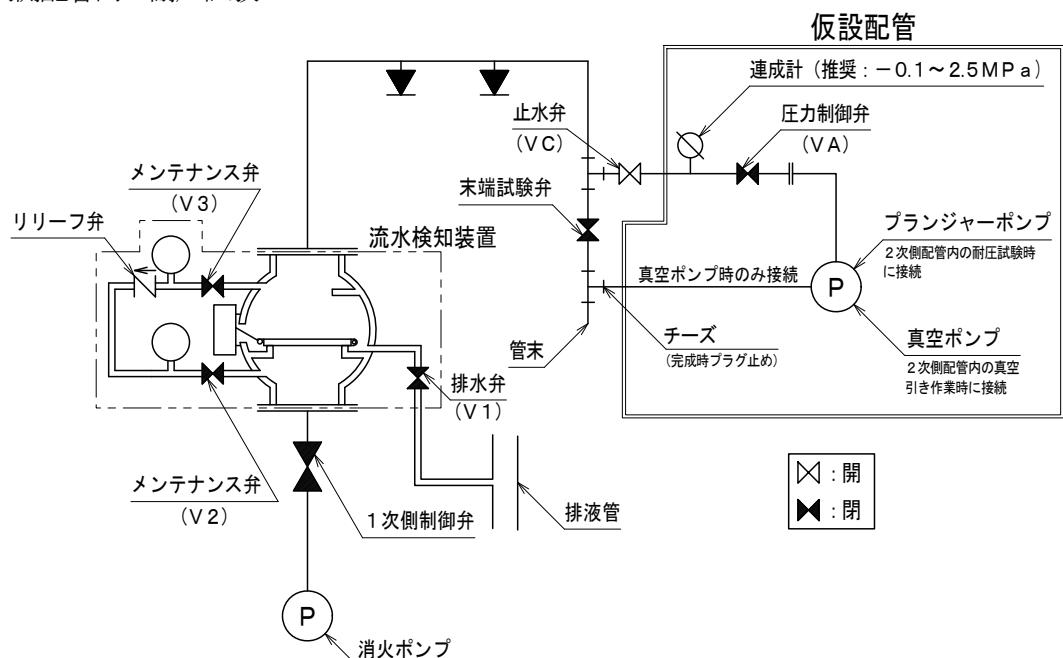

図 10. 耐圧試験および真空引き作業前の系統図
- ①末端試験弁周りに仮設配管を設置してください。 (図 10 参照)
- ②付属弁類の開閉状態を下表 (図 10) の状態にしてください。
①プランジャーポンプを外し、真空ポンプを接続してください。（図10参照）
②付属弁類の開閉状態を下表（図10）の状態にしてください。